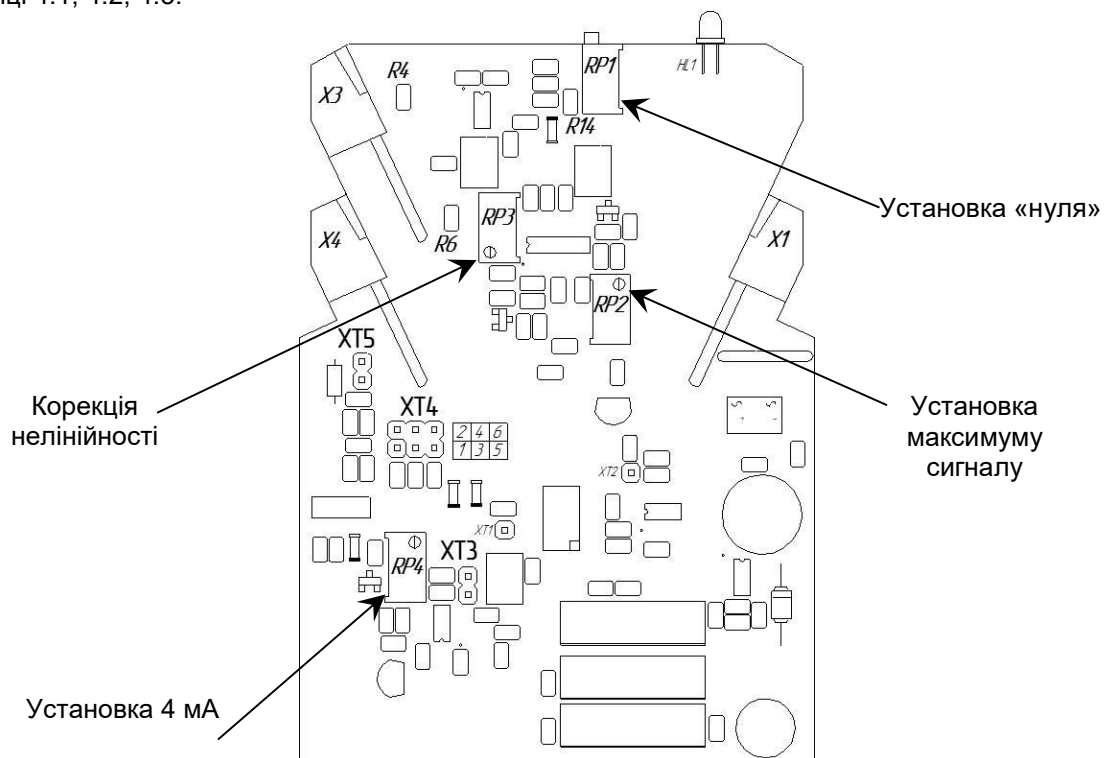

Рисунок 4.2 - Схема розташування органів регулювання та елементів налаштування БПО-31
4.2.4 Для зміни налаштувань БПО-31 на інші вхідні/вихідні сигнали використовуйте рисунок 4.2 та таблиці 4.1, 4.2, 4.3.